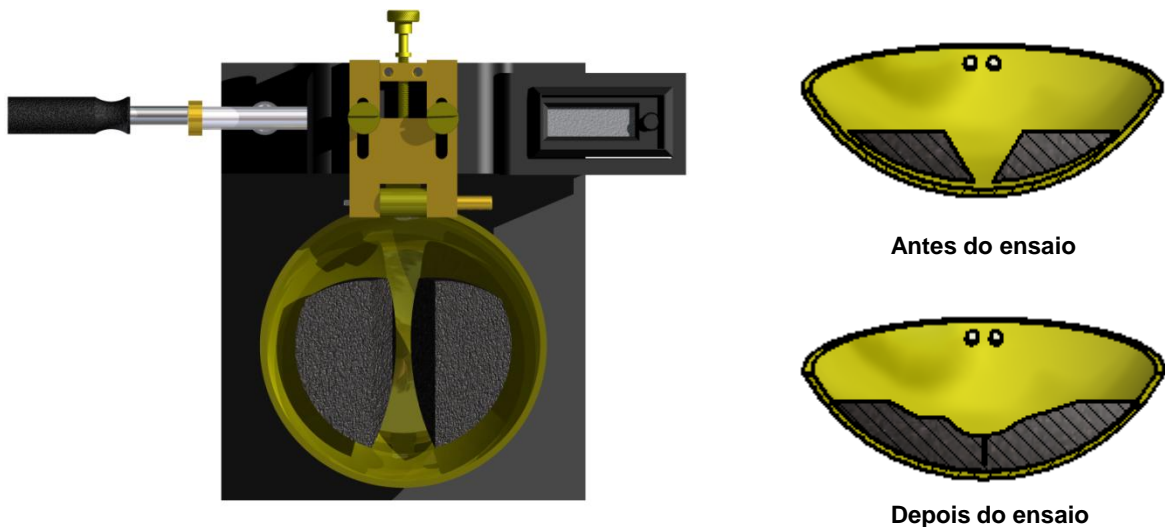

Figura 3
6.4.11 Dividir a massa de solo em duas partes, passando o cinzel através da mesma, de maneira a abrir uma ranhura em sua parte central, normalmente à articulação da concha, como indicado na figura 3. O cinzel deve ser deslocado perpendicularmente à superfície da concha.